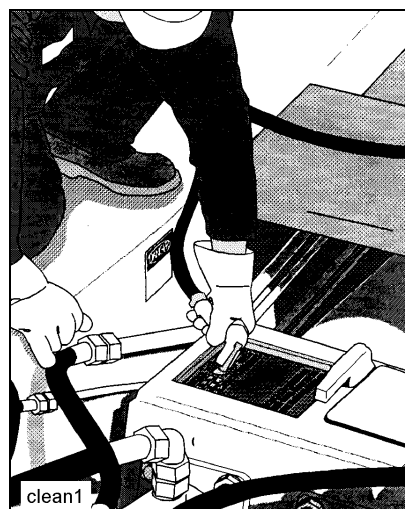

Fig. 3
- Lave el depósito de agua con chorros de agua a presión (Fig. 3). **¡No** sacar la rejilla del depósito de agua!